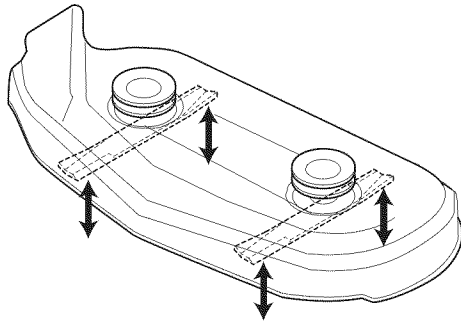

Figura 40. Orientar las Aspas de Adelante hacia Atrás
1. Gire las aspas de adelante hacia atrás como se muestra en la Figura 40. Mida la distancia del suelo a la punta delantera del aspa central, y del suelo a la punta trasera de las aspas izquierda y derecha (Figura 40). Las puntas delanteras deben estar 3-6 mm (1/8"-1/4") más altas que las puntas traseras. Si no, proceda con el paso 2.